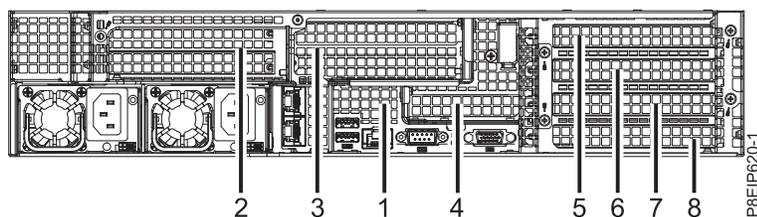

Figura 48. Posiciones del adaptador PCIe 8001-22C
2. Un adaptador puede compartir una tarjeta de expansión PCIe con otros adaptadores. Consulte la Figura 48.